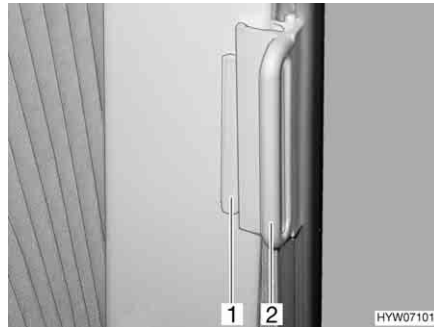

Fig. 109 Tendina oscurante pieghevole, finestra della cabina guida
- Afferrare l'impugnatura (Fig. 109,2) delle tendine oscuranti pieghevoli e chiudere tirando con prudenza finché il fermo magnetico non blocca la tendina oscurante pieghevole.
- Spingere l'impugnatura (Fig. 109,2) fino al sopralzo (Fig. 109,1). La tendina oscurante pieghevole è ora bloccata.